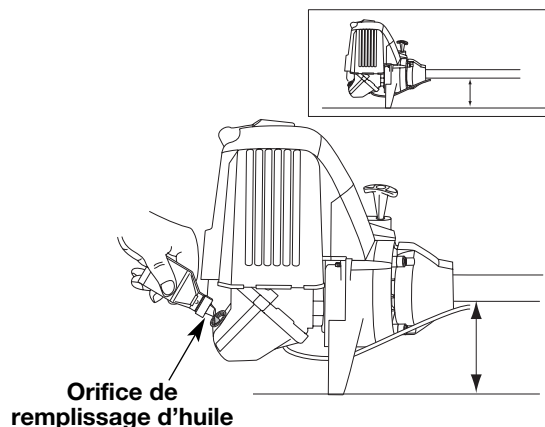

Fig. 7
2. Placez l'appareil sur une surface horizontale plane (Fig. 7).
4. Versez tout le contenu de la bouteille d'huile dans le carter-moteur (Fig. 7).